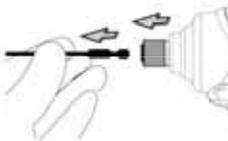

Fig. 2
2. Afmonter bitten ved at trække holderen i pilens retning, og træk bitten ud (Fig. 2).